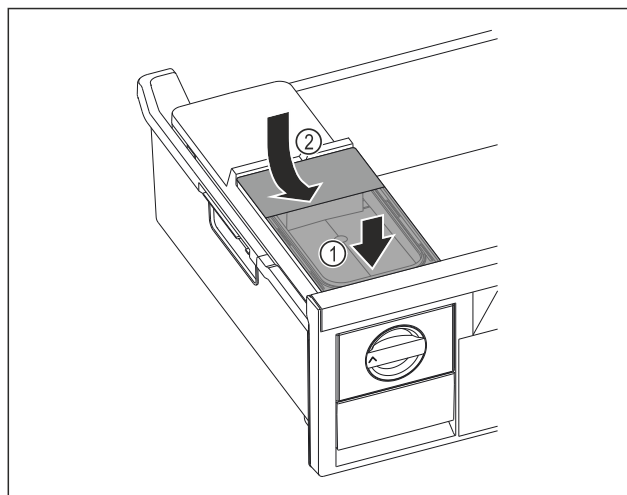

Fig. 30
- ▶ Nádržku na vodu nasadíte vpredu. Fig. 30 (1)
- ▶ Nádržka na vodu spustíte vzadu. Fig. 30 (2)